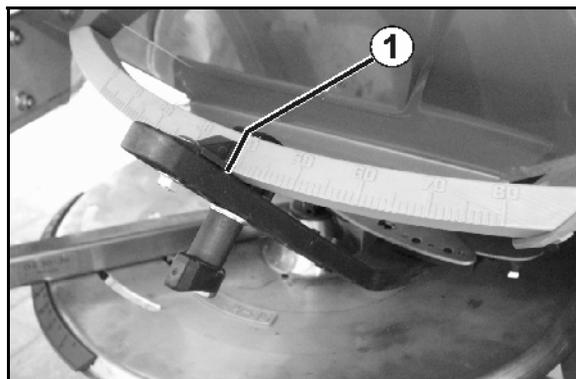

Fig. 30
10.  ,  Pulsar el botón hasta que el indicador (Fig. 30/1) de la corredera de dosificación izquierda señale la posición correcta de la corredera.